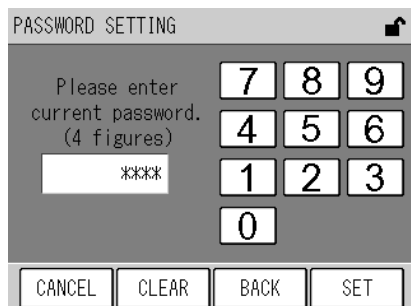

Fig. 74 **PASSWORD SETTING Fenster (benötigt das aktuelle Passwort)**
- [PASSWORD SETTING]: Öffnet das Fenster PASSWORD SETTING (Fig. 74 auf Seite 59).
Die Funktion der Tasten ist die gleiche wie im Fenster PASSWORD SETTING. (Fig. 74 auf Seite 59).